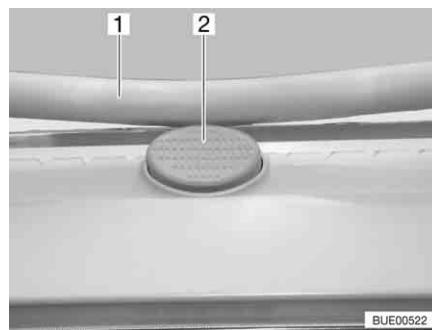

Fig. 40 Bottone di sicurezza (oblò Heki)
- Apertura:** ■ Premere il bottone di sicurezza (Fig. 40,2) e tirare verso il basso la staffa (Fig. 40,1) con entrambe le mani.
- Premere la staffa verso l'alto con ambedue le mani, finché la staffa non poggia al di sopra del bottone di sicurezza (Fig. 40,2).
- Premere il bottone di sicurezza (Fig. 40,2) e tirare verso il basso la staffa (Fig. 40,1) con entrambe le mani.